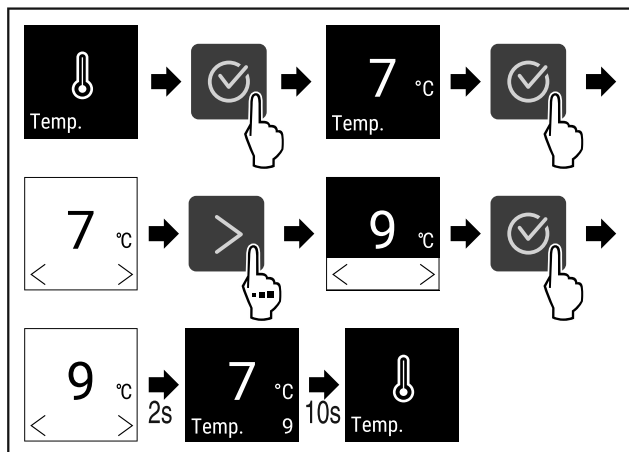

Fig. 32 Zmiana temperatury z 7°C na 9°C
- ▶ Wykonać czynności (patrz Fig. 32).